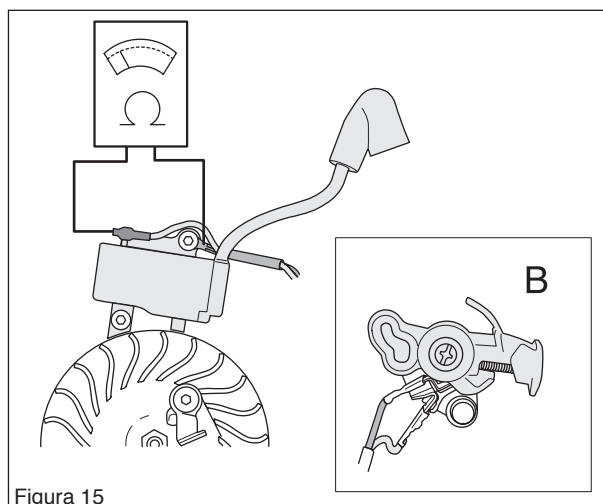

Figura 15
El contacto de parada está en posición conectada cuando el botón está presionado (A) (ver la figura 5), y en posición desconectada cuando el botón está en posición neutral (B). (Ver la figura 15.)